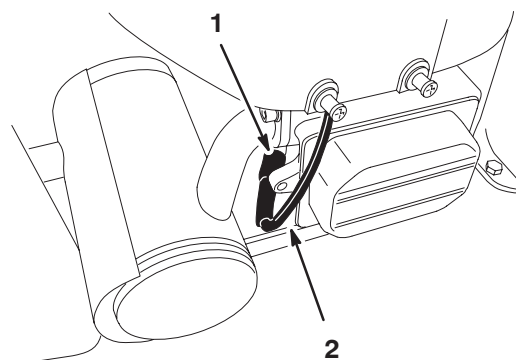

Figure 23
- Débranchez le fil de la bougie (Fig. 23). Nettoyez la surface autour de la bougie pour éviter que des impuretés n'endommagent le moteur en tombant à l'intérieur.
3. Reconnectez le fil à la bougie (Fig. 23).